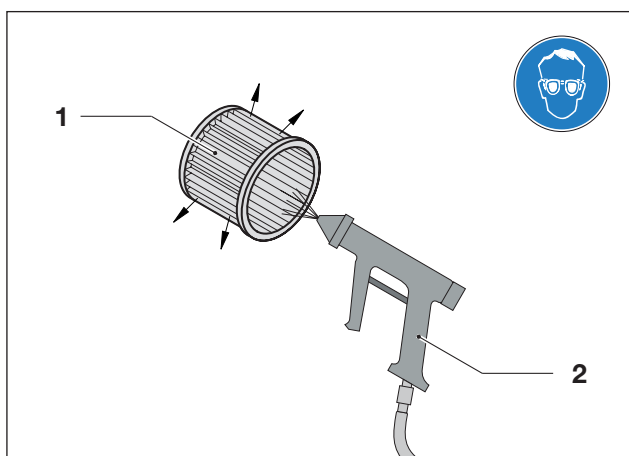
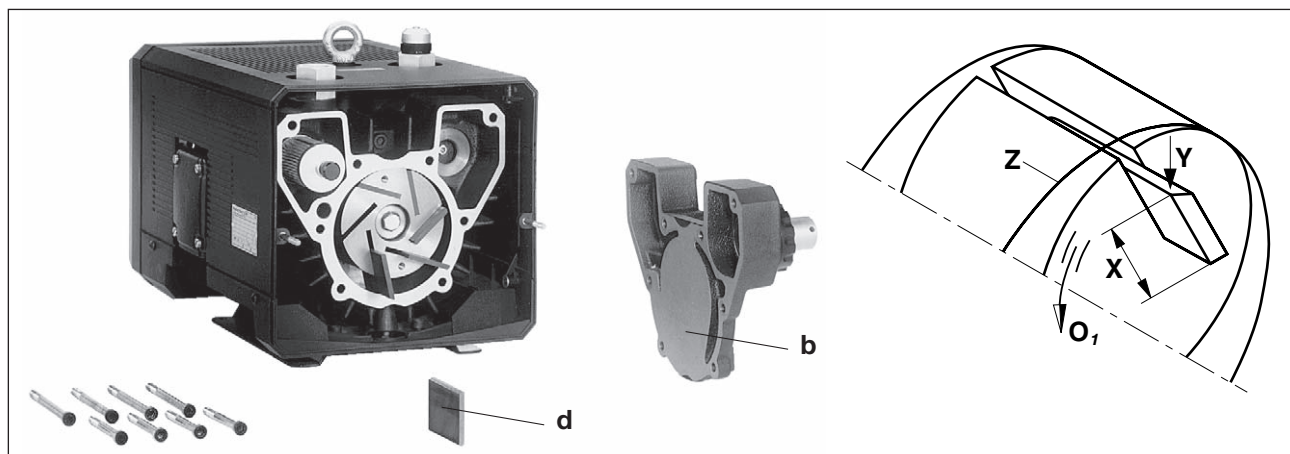

Fig. 6 Soffiare la cartuccia filtro
Fig. 7 Sostituzione lamelle
V-VTN(01) - (11): Svitare la griglia di scarico (Fig. 6/ G) . Svitare il coperchio (Fig. 7/b) dal corpo. Estrarre le lamelle (Fig. 7/d) per un controllo. Tutte le lamelle devono avere un'altezza minima (Fig. 7/X):
Soffiare il corpo e le fessure del rotore. Inserire le lamelle nelle fessure del rotore. Fare attenzione a inserire le lamelle con il lato obliquo (Fig. 7/Y) rivolto verso l'esterno e che nel senso di rotazione (Fig. 7/ O1) corrispondano con il percorso del foro del corpo (Fig. 7/Z). Avvitare il coperchio del corpo (Fig. 7/b) e la griglia di scarico (Fig. 6/G). Prima dell'uso controllare il movimento libero delle lamelle, ruotando il ventilatore, svitando la griglia di aspirazione (Fig. 2/ G1) o la calotta di protezione (Fig. 3/G2).